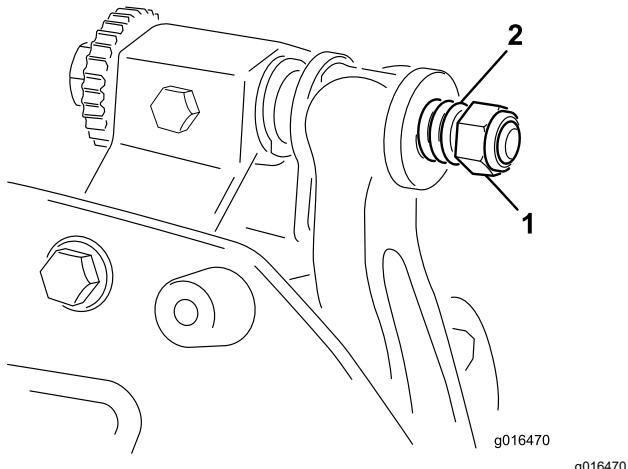

Рисунок 27
- С каждой стороны установите нейлоновую шайбу на выступ боковой пластины. На нейлоновые шайбы установите стальные шайбы (Рисунок 27).
- Затяните гайку натяжения пружины, чтобы пружина полностью сжалась, затем отверните ее на 1/2 оборота (Рисунок 27).